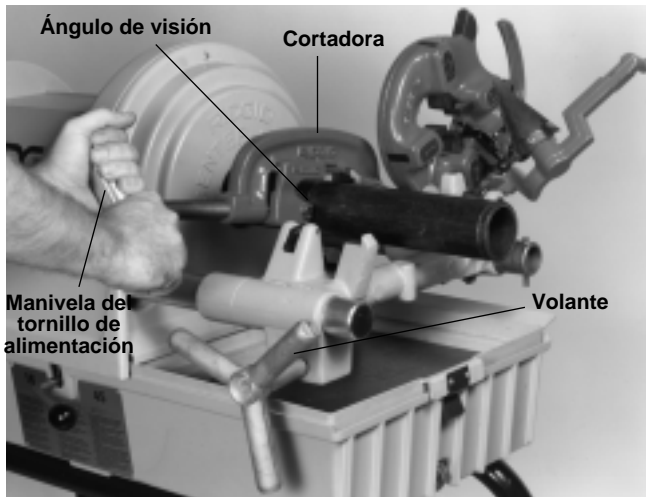

Figura 8 – Corte de un tubo con el cortatubos No. 364
3. Con la manivela del tornillo de alimentación del cortatubos, apriete el tubo manteniendo la rueda alineada con el tubo (*Figura 8*).